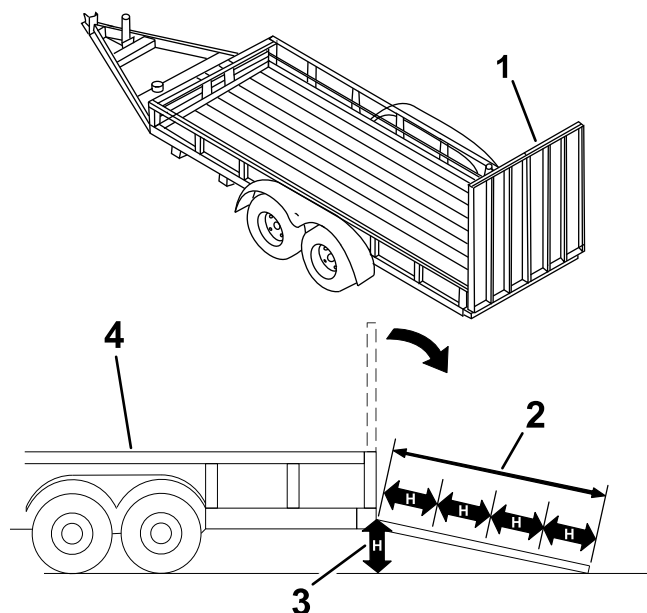

Figura 27
**Il caricamento o lo scaricamento della macchina su un rimorchio o un autocarro aumenta la possibilità di ribaltamento e può causare gravi lesioni o la morte (Figura 27).**